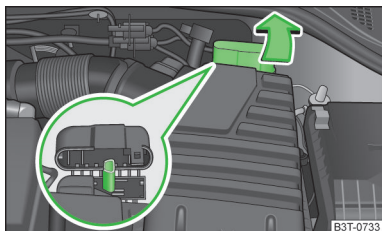

Abb. 186
Bei Fahrzeugen mit der Fahrzeugbatterie im Gepäckraum kann der Pluspol der stromgebenden Batterie mit einem Starthilfekabel nur an den Starthilfepunkt im Motorraum des zu startenden Fahrzeugs angeschlossen werden » Abb. 186.
- Die Schutzkappe des Starthilfepunkts in Pfeilrichtung aufklappen » Abb. 186.